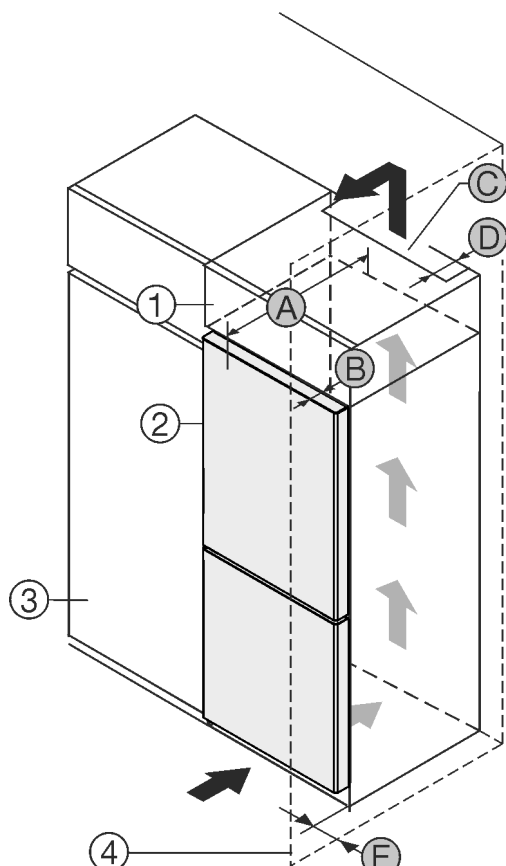

Fig. 1
- (1) Nástavná skříňka
- (2) Příklad
- (3) Kuchyňská skříň
- (4) Stěna
- (A) Hloubka přístroje
- (B) Hloubka dvířek
- (C) Ventilační průřez
- (D) Vzdálenost zadní strany přístroje
- (E) Vzdálenost k zadní straně přístroje
Přístroj nainstalujte přímo vedle kuchyňské skříňky Fig. 1 (3).
Na zadní straně nástavné skříňky musí být větrací šachta hluboká Fig. 1 (D) přes celou šířku nástavné skříňky.
Pod stropem místnosti musí být dodržen ventilační průřez Fig. 1 (C).
Když se přístroj instaluje závěsy vedle stěny Fig. 1 (4), musí být vzdálenost mezi přístrojem a stěnou minimálně 13mm.
Když se přístroj instaluje závěsy vedle stěny Fig. 1 (4), musí být vzdálenost mezi přístrojem a stěnou minimálně 20mm.
Aby bylo možné dvířka plně otevřít, musí přístroj přesahovat o hloubku dvířek Fig. 1 (B) vůči přední linii kuchyňské skříňky. V závislosti na hloubce kuchyňských skříňek Fig. 1 (3) a použití vymezačů odstupů od stěny může přístroj vyčnívat dále.\*